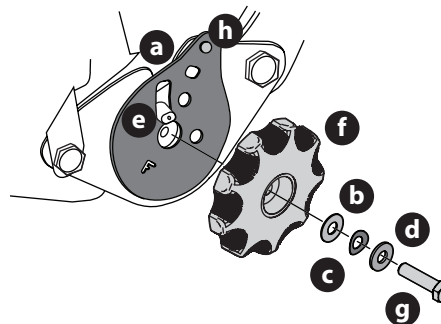

Fig. 13
7. Saque el conjunto de perilla de inclinación del asiento de la bolsa e instálelo (Fig. 13).
**NOTA:** asegúrese de orientar la placa reclinable (a) y de instalar la arandela de plástico (b), la arandela de resorte (c) y la arandela de metal (d) (Fig. 13). La arandela de plástico va en la parte de adentro.
8. Deslice la placa de cojinetes reclinable (a) en el pasador de la placa reclinable (e) (Fig. 13).
10. Con una llave ajuste el tornillo hexagonal (g) hasta que resulte difícil hacer girar la perilla de la placa reclinable (f) (Fig. 13).
11. Afloje gradualmente el tornillo hexagonal (g) hasta que la perilla de la placa reclinable se mueva libremente. No afloje el tornillo hexagonal (g) más de una vuelta completa (Fig. 13).
12. Instale la tuerca de 1/4" en el perno de remate (h) y rote la perilla de la placa reclinable para comprobar el funcionamiento del asiento (Fig. 13).